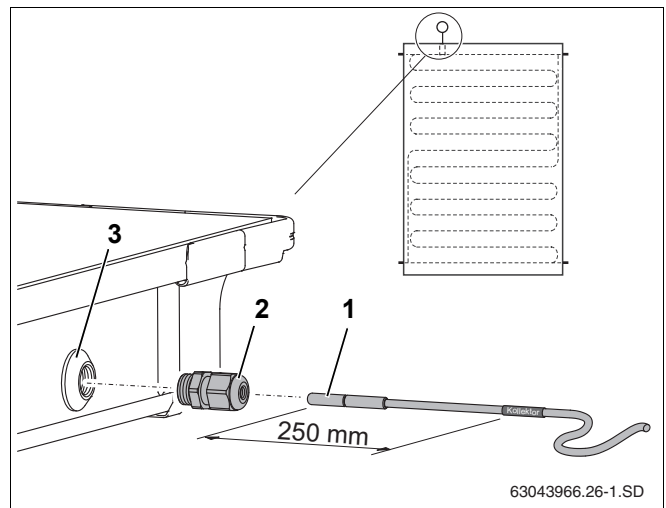

Рис. 54 Установка датчика в коллектор
Для исправной работы солнечной установки необходимо, чтобы коллекторный датчик (рис. 54, [1]) был вставлен в установочную трубку до упора (примерно на 250 мм).
- ▶ Проткните датчиком или отверткой уплотнительный слой в гильзе (рис. 54, [3]).
- ▶ Заверните зажимную втулку (рис. 54, [2]) в гильзу.
- ▶ Затяните зажимную втулку (рис. 54, [2]), удерживая от сворачивания.
Если Вы проткнули гильзу (рис. 54, [3]) не в том коллекторе, в котором нужно, то ее нужно плотно закрыть заглушкой из комплекта для подключения. Но прежде нужно, используя резьбовую втулку (рис. 54, [2]), удалить находящуюся в гильзе гайку.